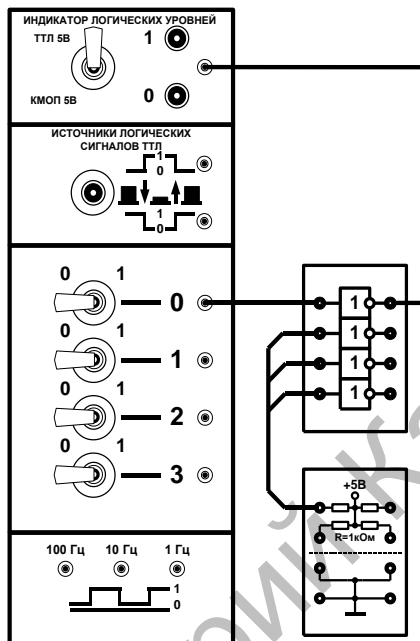

Рисунок 5.43
- 1.1. Соберите исследуемую логическую цепь для тестирования элемента с одним входом (элемент НЕ), изображенную на рис. 5.43.